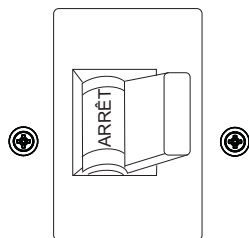

Figure 25. Disjoncteur principal (ARRÊT)
1. Placer le disjoncteur principal (Figure 25) en position **ARRÊT**.